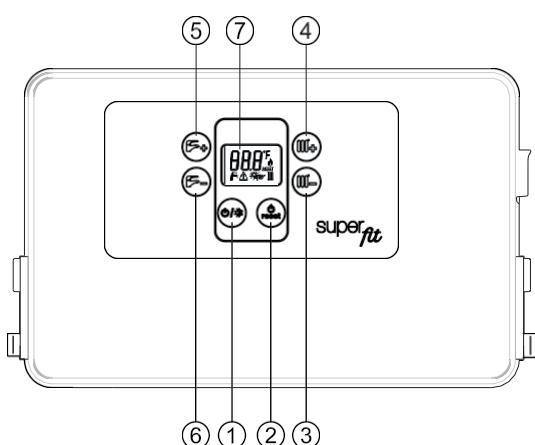

Figura 1. Panou de comandă
Apăsați butonul (1) pentru a porni cazanul în poziția „VARA” (Figura 1) și vedeți cum simbolul robinetului () se aprinde continuu pe afișaj. În această poziție, cazanul va funcționa numai pentru sistemul de apă menajeră. Sistemul automat de aprindere va aprinde arzătorul ori de câte ori este nevoie de apă menajeră. Formarea flăcării în camera de ardere este afișată pe ecran cu simbolul (). Când utilizați apă menajeră, se observă că simbolul robinetului () clipește pe afișaj.
- Când dispozitivul este pornit, pe ecran va apărea „OFF”. Prin apăsarea butonului de pozitie (1) (figura 1), este posibilă comutarea între pozițiile VARA - IARNĂ - NUMAI ÎNCĂLZIRE - OFF.
Temperatura de încălzire este setată cu butoanele (3) și (4) (Figura 1).
- Temperatura de setare a încălzitorului este redusă prin atingerea butonului (3).
- Temperatura de setare a încălzitorului este crescută prin atingerea butonului (4).
Temperatura apei menajere este setată cu butoanele (5) și (6) (Figura 1).
- Prin atingerea butonului (5), temperatura de setare a apei calde menajere este crescută.
- Prin atingerea butonului (6), temperatura de setare a apei calde este redusă.
În această secțiune, pe indicatorul (7) al centralei (consultați Figura 1) conține lista codurilor de eroare care pot apărea, simptomele relevante și acțiunile pe care utilizatorul le poate întreprinde pentru a reseta centrala.